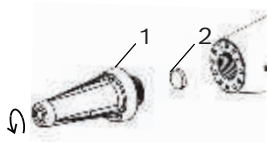

Fig. 12: Componenti del sensore
- ! Per garantire un'ottima prestazione e longevità del sensore, sostituire il filtro del sensore quando è visibilmente sporco o quando viene visualizzata la schermata con il messaggio mostrato nella Fig. 12. Il CS LD 1.0 terrà traccia del numero di ore di utilizzo e avvertirà l'utente quando sarà ora di sostituire il filtro.
- i L'avvertenza illustrata nella Fig. 12 viene visualizzata all'accensione, quando il timer interno del CS LD 1.0 registra circa 30 ore di utilizzo cumulativo.
Quando viene visualizzato il messaggio Check Sensor Filter (Controllare il filtro del sensore) (Fig. 12), l'utente viene invitato a consultare il presente manuale per le seguenti istruzioni. In questo momento è possibile eseguire una delle due azioni: